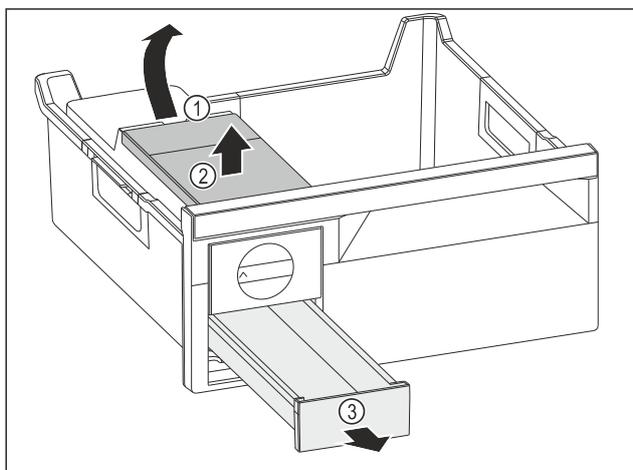

Fig. 140
- ▶ Estrarre il serbatoio dell'acqua: Sollevare il serbatoio dell'acqua nel vano Fig. 140 (1).
- ▶ Estrarre il serbatoio dell'acqua Fig. 140 (2) verso l'alto.
- ▶ Estrarre il cassetto del ghiaccio Fig. 140 (3) in avanti.